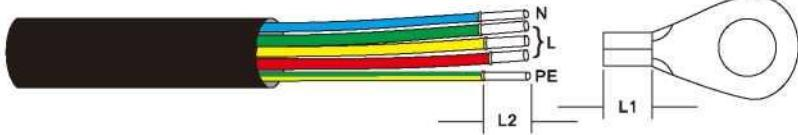

图 3.9 加工电缆线
- 1) 将交流电缆线外层绝缘护套剥开约 90mm , 将导线绝缘护套剥开, 使铜导体裸露出 (如图 3.9 所示) 。